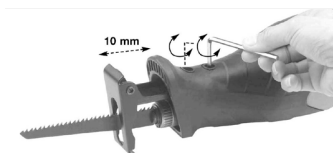

рис.5
- сдвинуть суппорт с упором в нужную сторону, как указано на рис.5;